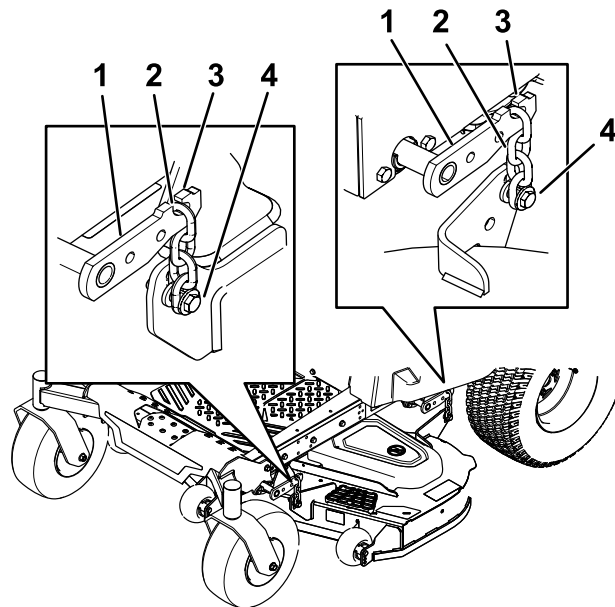

Рисунок 74
5. Ослабьте регулировочные болты на всех 4 углах деки так, чтобы дека надежно опиралась на все 4 подставки (Рисунок 74).
6. Убедитесь в наличии натяжения всех 4 цепей (Рисунок 74).
7. Затяните все 4 регулировочных болта (Рисунок 74).